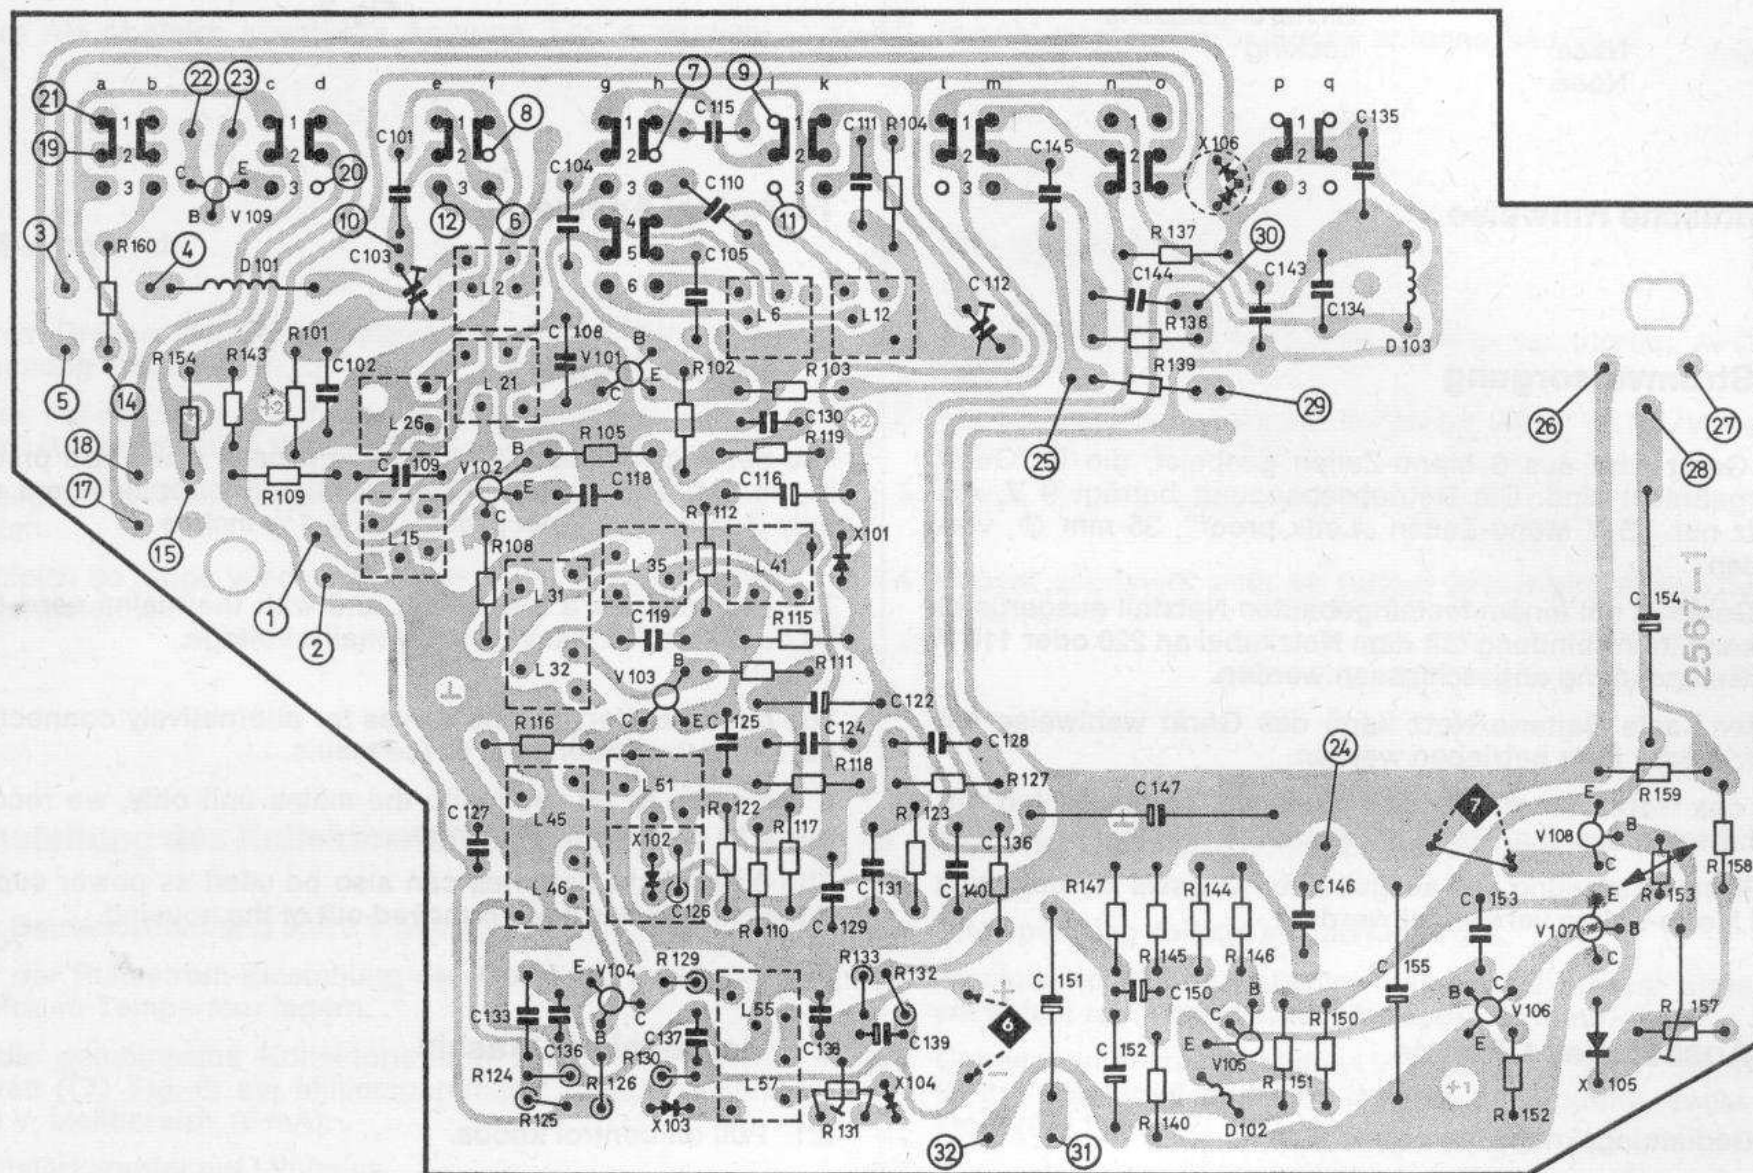

Fig. 6
- 5.2 Beim FM-Abgleich ein hochohmiges Voltmeter ( $R_i \geq 50 \text{ k}\Omega/\text{V}$ ) parallel zu C 139 anschließen, (6) Fig. 6.
- 6.3 In die gemeinsame Kollektorleitung beider Endtransistoren ((7) Fig. 6) ein Milliampereometer schalten (Multivi V, Meßbereich 15 mA).
- 5.2 For FM alignment connect voltmeter ( $R_i \geq 50 \text{ k}\Omega/\text{V}$ ) in parallel to C 139 (6) Fig. 6.
- 6.3 Connect an ammeter (Multivi V, measuring band 15 mA) to the combined collector lead of both output transistors ((7) fig. 6).